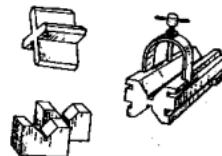

图 1-2-16 V形铁
(11) V形铁(图1-2-16)通常是两个V形铁一起使用,用来安放圆柱形工件,划出中线,找出中心等。